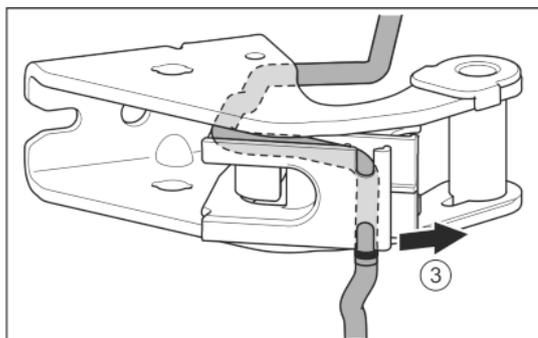

Fig. 28
- ▶ Odvojite kabel iz vodilice. Fig. 28 (3)